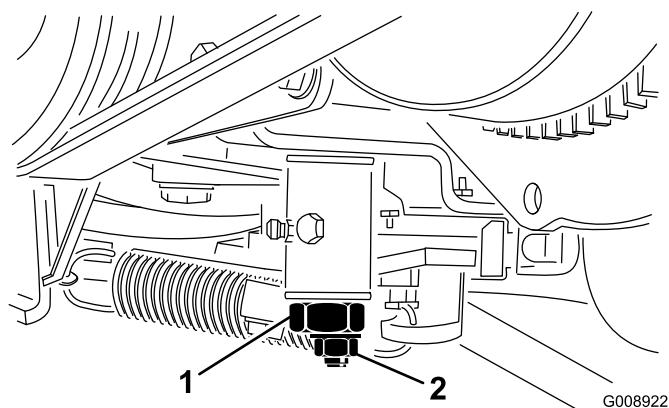

図 65
3. トラクション調整カムのロックナットをゆるめる(図 65)。